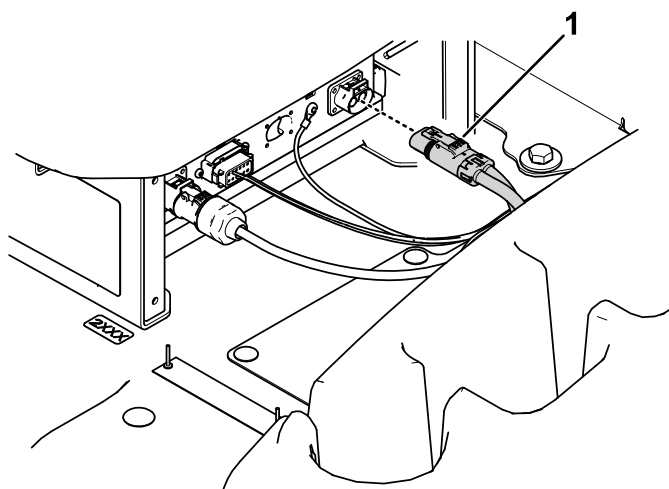

図 15
3. 充電器からDC電源コネクタを取り外す (図 15)。
2. 充電器にDC電源コネクタを取り付ける (図 15)。